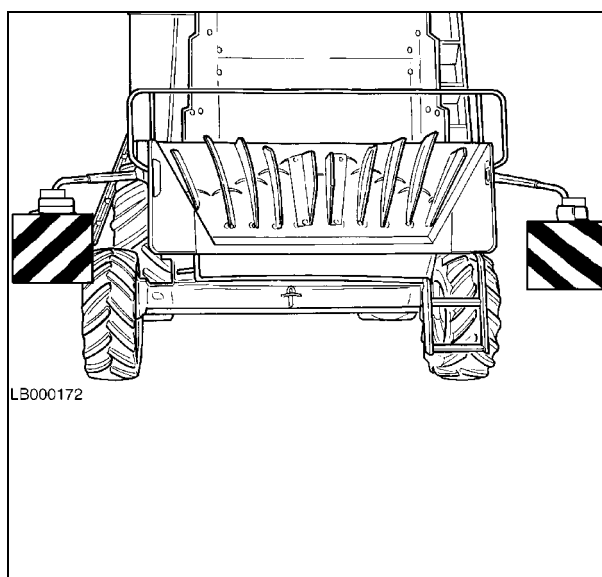

Рис. 27
- Сзади, на кронштейнах для фар (Рис. 27).